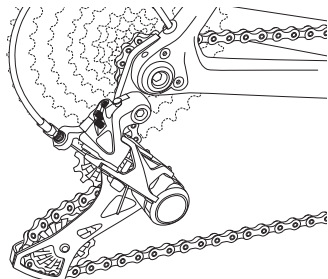

図3
- リア・ディレイラーを最小スプロケットに移動させます (図3)。